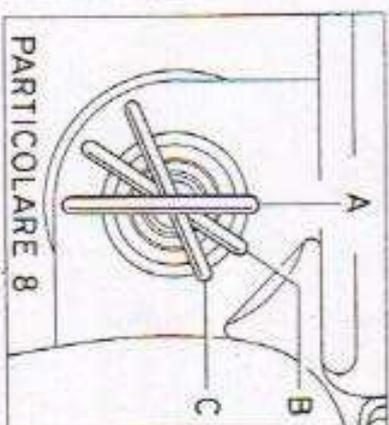

Fig. 3
- 1 - Inserire la chiave nella interruttore di accensione e ruotarla fino al raggiungimento del primo scatto (fig. 3).